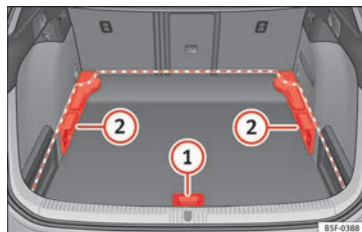
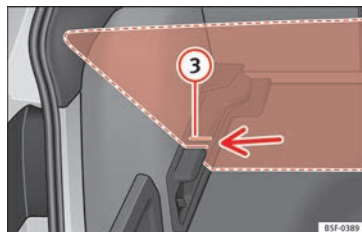

Abb. 164 Variabler Gepäckraumboden: Positionen.
Abb. 165 Variabler Gepäckraumboden: geneigte Kerben.
- Heben Sie den Boden am Griffstück »» Abb. 164 ① an und ziehen Sie ihn nach
- Heben Sie den Boden am Griffstück »» Abb. 164 ① an und ziehen Sie ihn nach hinten, bis der vordere Teil vollständig über den Trägern ② liegt.
- Stecken Sie nun diesen vorderen Teil in die unteren Schlitze dieser Träger, verschieben Sie den Boden nach vorn bis zum Anschlag an der Rücksitzlehne und senken Sie den Boden gleichzeitig mit dem Haltegriff ① ab.
- Heben Sie den Boden am Haltegriff »» Abb. 164 ① an und ziehen Sie ihn nach hinten, bis der vordere Teil des Bodens über den geneigten Kerben »» Abb. 165 ③ liegt.
- Ziehen Sie den Gepäckraumboden an den geneigten Kerben mithilfe des Griffstücks ① vorbei, indem Sie solange drücken, bis der vordere bewegliche Teil der Gepäckraumboden
- Heben Sie den variablen Gepäckraumboden am Griffstück »» Abb. 164 ① und ziehen Sie diesen etwas nach hinten.
- Drücken Sie den variablen Gepäckraumboden mit dem Griffstück in Richtung umgeklappter Rücksitze ① und drücken Sie dabei etwas nach unten, damit der bewegliche Teil des Gepäckraumbodens bündig an den Rücksitzen anliegt.